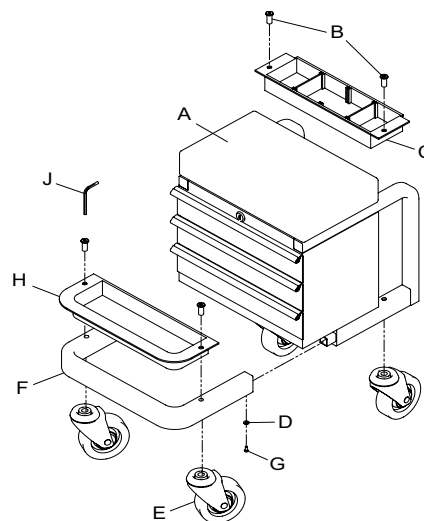

Figura 1: ensamblaje
Antes de empezar a ensamblar el producto, asegúrese de que todas las piezas estén presentes. Compare las piezas con la lista de contenidos del paquete y la ilustración de la Figura 1. Si hay alguna pieza faltante o dañada, no intente ensamblar, instalar ni utilizar el producto. Comuníquese con el servicio de atención al cliente para obtener las piezas de repuesto.
INSTRUCCIONES DE ENSAMBLAJE (consulte la Figura 1)
1. Una las secciones del marco insertando la sección frontal del marco (F) en secciones de canal del subconjunto de la caja de herramientas (A). Alinee los orificios para tornillos y los tornillos de rosca (G) que vienen con arandelas (D) en los orificios correspondientes en las secciones del canal. No ajuste los tornillos todavía.
2. Coloque una ruedecilla (E) y una bandeja para taburete (C o H) de forma simultánea. Ubique un montante para ruedas en el orificio del marco inferior como se muestra en la Figura 1. Coloque la bandeja para taburete en la posición, alineando el orificio del marco inferior con el orificio correspondiente en la bandeja. Inserte el sujetador para la rueda en el montante de las ruedas libres.
INSTRUCCIONES DE FUNCIONAMIENTO (Consulte la figura 1)